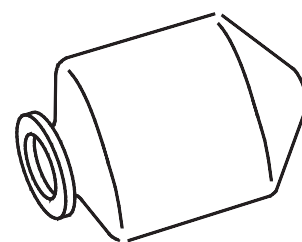

Figura 26 – Expulse Todo el Aire del Depósito Flexible
- a. Coloque el depósito flexible en una superficie limpia con la abertura en un extremo y aplánelo para expulsar el aire del depósito. Tire de los extremos hasta que estén planos (véase la Figura 26).